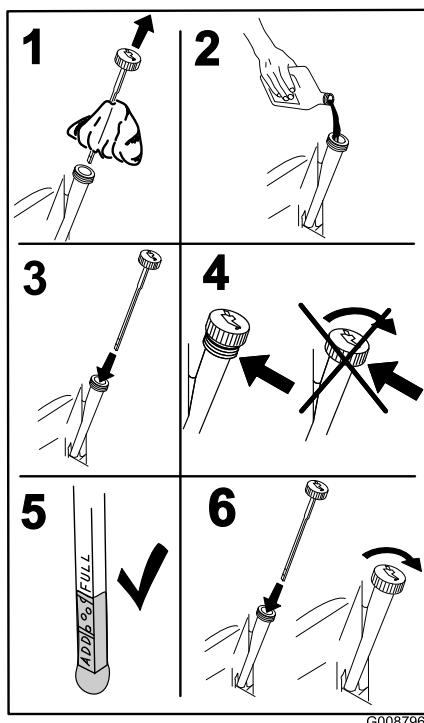

Figura 34
7. Versate lentamente circa l'80% dell'olio indicato nel tubo di rifornimento e sempre con cautela rabboccate l'olio necessario per portarlo alla tacca di **Pieno** (Figura 34).